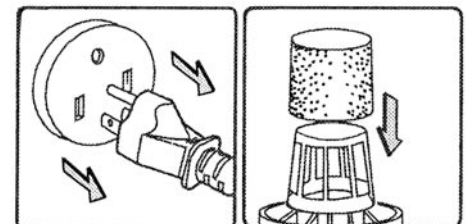

FIGURE 11
- 2) Retirez le couvercle/moteur assemblé de la cuve en retirant les verrous de chaque côté et installez un filtre en mousse propre et sec. Sous des conditions normales (petites quantités de liquide), le filtre en mousse et le filtre réutilisable peuvent être installés, mais pour aspirer de grandes quantités de liquide, installez seulement le filtre en mousse, voir Fig.11. Le sac de poussière ne peut être utilisé pour l'aspiration de matériaux humides. Assurez-vous que l'intérieure de la cuve est propre.